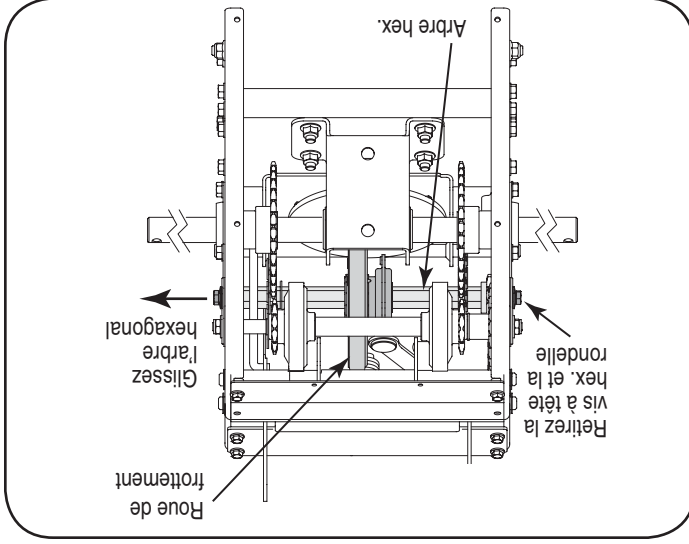

Figure 31
4. Utilisez une clé de 3/4 po pour maintenir l'arbre hexagonal, puis retirez la vis à tête hex. et la rondelle creuse du côté gauche du châssis. Voir la Figure 31.